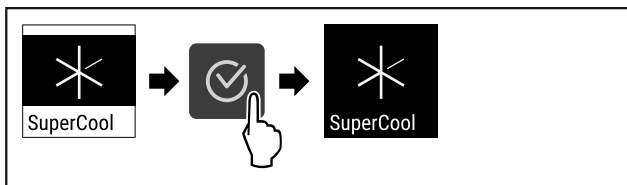

Fig. 91
- ▶ Kryeni hapat e veprimit (shihni Fig. 91).